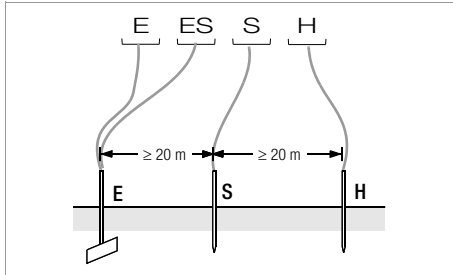

Figura 3 Misura della resistenza di terra col metodo a quattro conduttori
- Piantare i picchetti della sonda e del dispersore ausiliario, osservando dal dispersore una distanza minima di rispettivamente 20 m e 40 m (v. figura 3 pag. 19).